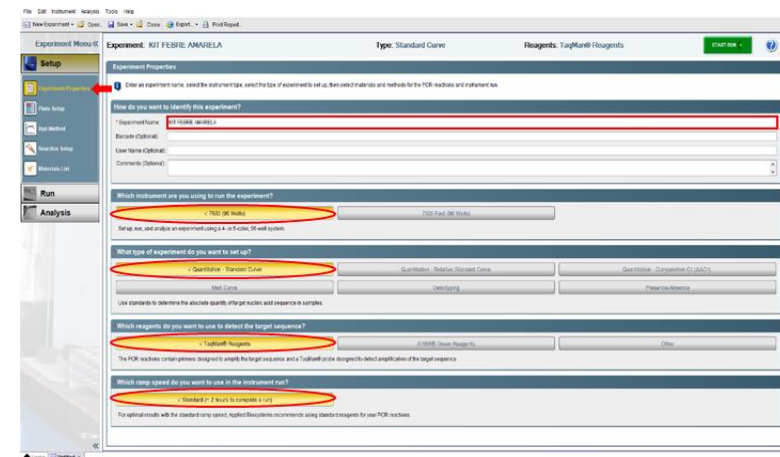

Figura 03: Página **Experiment Properties** da seção **Setup** das configurações da corrida
- No menu **Setup**, submenu **Experiment Properties**, inserir o nome do experimento em "**Experiment Name**", conforme indicado na Figura 03;